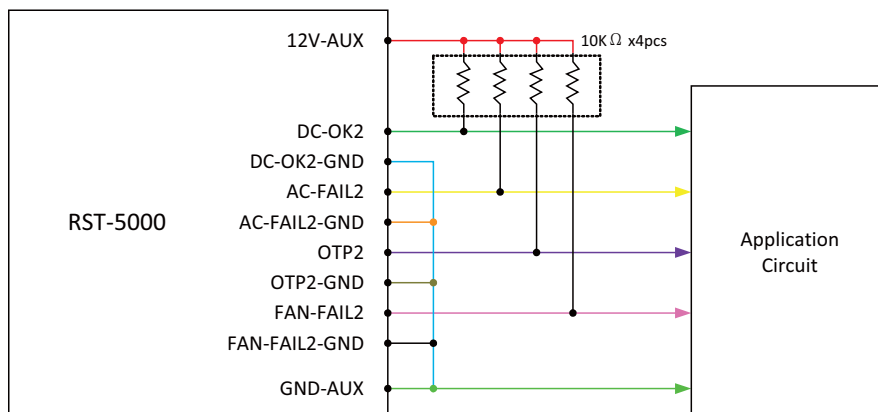

图6.2
(2) 集电极开路输出 {DC-OK2-GND, DC-OK2}; {AC-FAIL2-GND, AC-FAIL2}; {OTP2, OTP2-GND}; {FAN-FAIL2, FAN-FAIL2-GND} 如下图6.2所示，此功能需要一个外部电压源。这些信号与输出隔离，最大吸收电流是10mA,最大外部电压是20V (电路内部有一个24V稳压二极管)